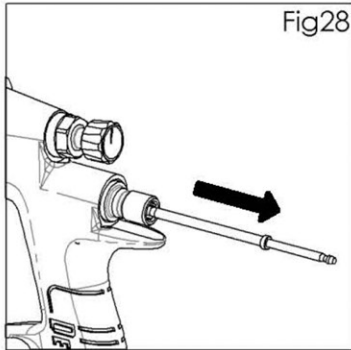

Fig 28
3. Entfernen Sie die Farbnadel (24) aus dem Spritzpistolengehäuse. (Siehe Abb. 28).